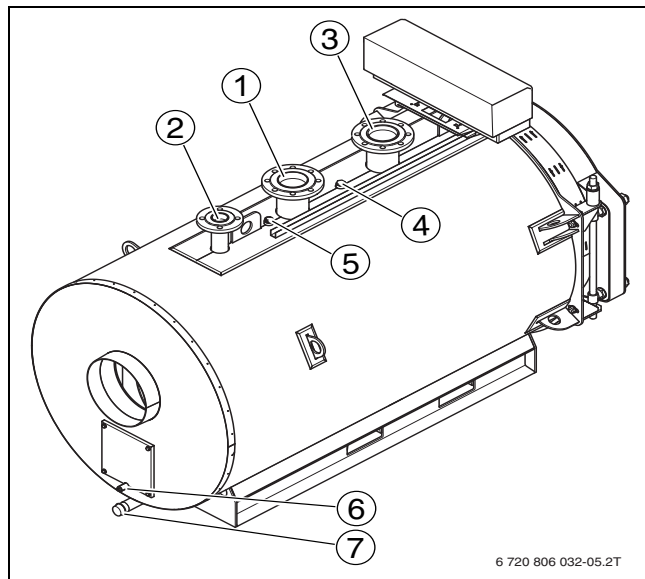
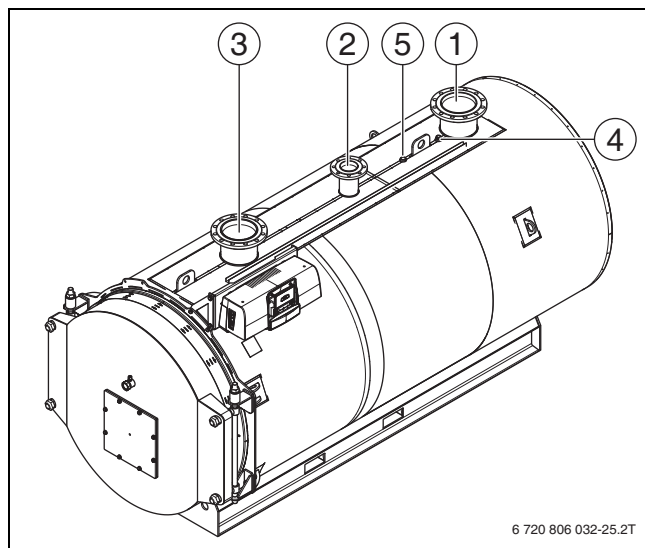

Fig. 16 Cazan de încălzire Uni 3000 F 120 kW până la 820 kW (stânga = latura din spatele a cazanului)
Fig. 17 Cazan de încălzire Uni 3000 F 1040 kW până la 1850 kW (stânga = partea anterioară a cazanului)
- Racordați returul sistemului de încălzire la racordul returului cazanului de încălzire (→ fig. 16 și fig. 17, pagina 18, [3]).
- Racordați turul sistemului de încălzire la branșamentul de tur al cazanului (→ Fig. 16 și fig. 17, [1]).
- Fixați supapa de siguranță cu șuruburi la racordul turului țevii de siguranță (VSL) (→ fig. 16 și fig. 17, [2]).